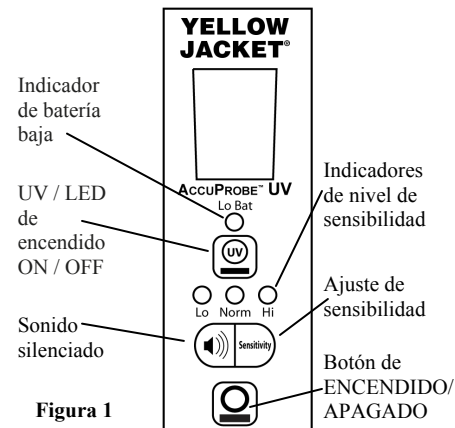

Figura 1
- ENCENDIDO:** el detector se enciende y se apaga presionando el botón de ENCENDIDO/APAGADO (véase figura 1 abajo).
- CALENTAMIENTO:** el detector inicia automáticamente el calentamiento del sensor para condicionarlo para su uso. Durante la fase de CALENTAMIENTO, y hasta que esté listo, el instrumento emitirá una señal audible y se iluminará de forma intermitente los LED de la sensibilidad y el cero (0) de la ventana del indicador de SmartAlarm™. El tiempo de calentamiento suele ser de unos 20 SEGUNDOS o inferior. Para obtener la máxima sensibilidad, espera un adicional de un minuto después de lo normal de calentamiento.